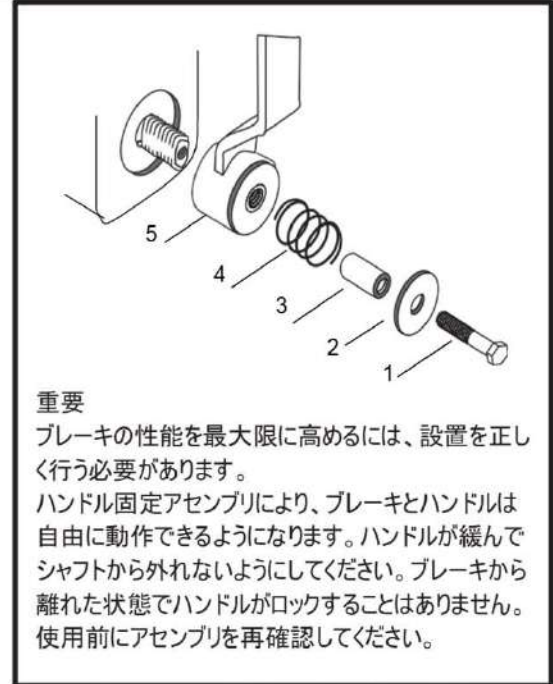

図1:ハンドル固定アセンブリ
- A. ハンドル:ねじ付きブレーキアセンブリシャフトにハンドル(図1の5)を挿入します。ブレーキパッドにハンドルが接触するようにねじで装着します。
- B. ハンドル固定アセンブリ:ボルト(図1の1)に、平ワッシャ(図1の2)、スペーサー(図1の3)、ばね(図1の4、スペーサーに被せる)を装着します。図1を再度チェックし、組み立て順序が正しいことを確認します。図1で組み立てた固定部品をボルトに装着した状態で、ブレーキシャフトのねじの先端にボルトを挿入し、しっかりと締め付けて固定します。